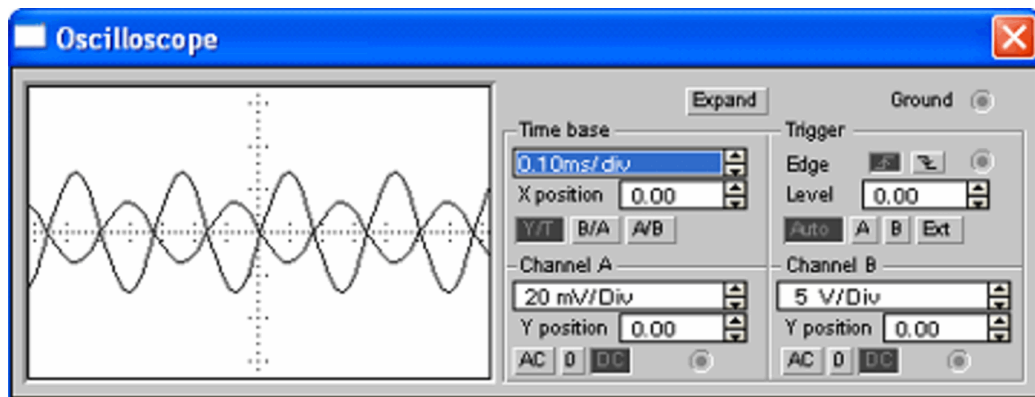

Рис. 3 – Осциллограммы входного и выходного сигналов
8. Развернуть и настроить осциллограф, изменяя чувствительность и длительность развертки. На экране можно наблюдать входной и выходной сигналы (рис. 3)